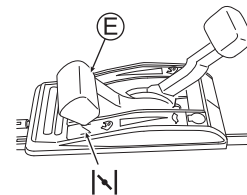

Fig. 11
3. Placez la manette des gaz (E) sur la position Starter "N". (Voir Fig. 11) (Vous pouvez démarrer le moteur en plaçant la manette sur "N" lorsque le moteur est chaud.)